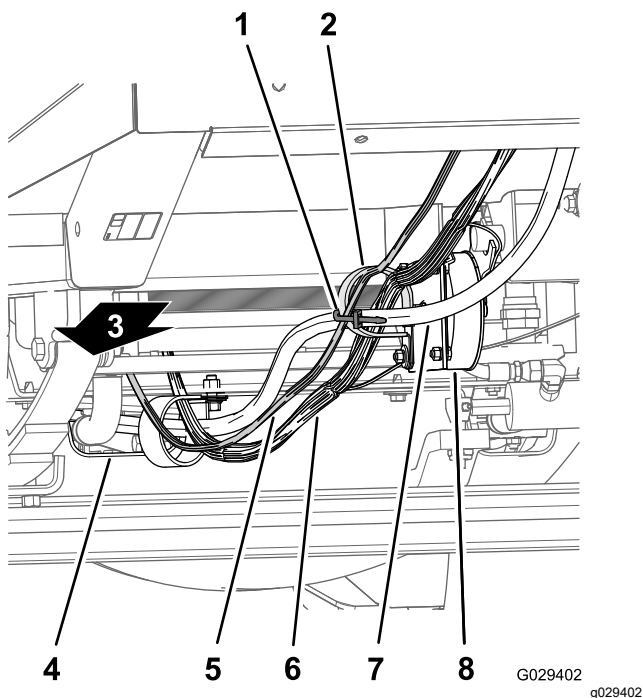
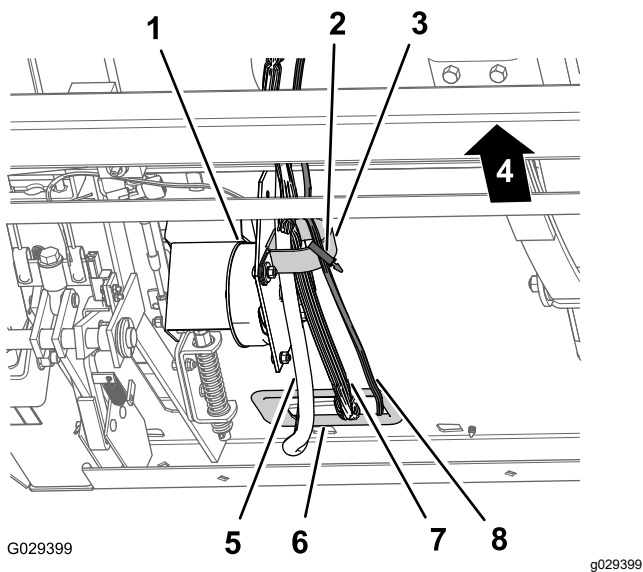

図 13
図 14
- ダッシュパネル用の 240cm の枝線 を、車両のワイヤハーネスとステアリングホースラジエターの下側に沿って導くラジエターサポートの下にあるRクランプを通し、走行速度制御コイルの所にあるRクランプを通す 図 13 と 図 14。
2. ダッシュパネル用の 240cm の枝線を、走行速度制御コイルの所にあるRクランプに固定する 図 13 と 図 14。